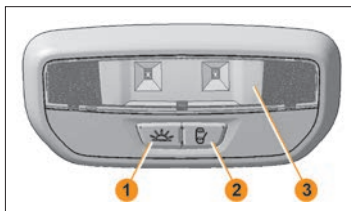

Рис. 1. Плафон освещения заднего ряда сидений
**В варианном исполнении** автомобиль комплектуется плафоном, выполняющим функции дополнительного освещения задней части салона (рис. 1). При нажатии на клавишу с пиктограммой  вклю-